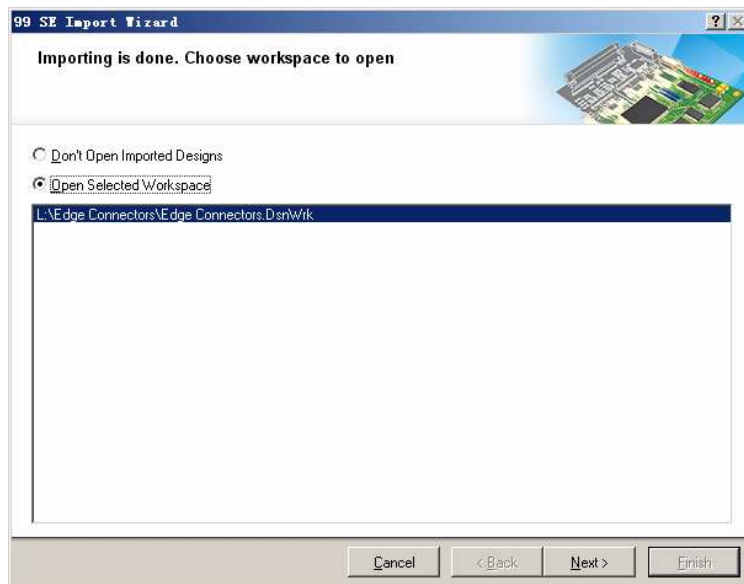

图 10.14 “Importing is done.Choose workspace to open” 页面
(11) 确认“Import summary”页面中显示的之前设置的导入过程选项信息, 单击“Next”按钮, 开始导入过程, 导入完成后, 显示如图 10.14 所示的“Importing is done.Choose workspace to open”页面。